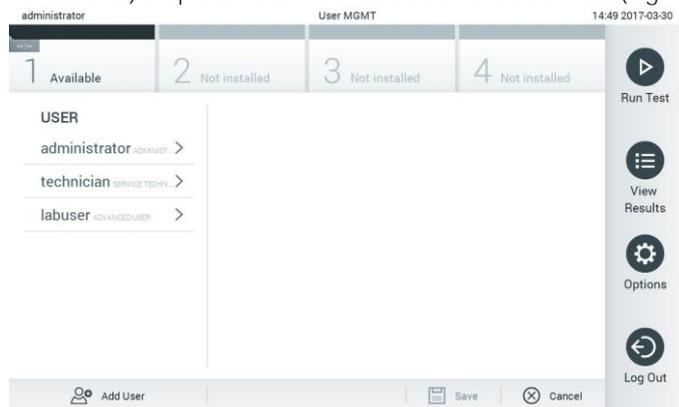

Figura 47. O ecrã User Management (Gestão de utilizadores).
1. Prima o botão Options (Opções) e, em seguida, o botão User Management (Gestão de utilizadores) para configurar os utilizadores. O ecrã User Management (Gestão de utilizadores) é apresentado na área de conteúdo do visor (Figura 47).